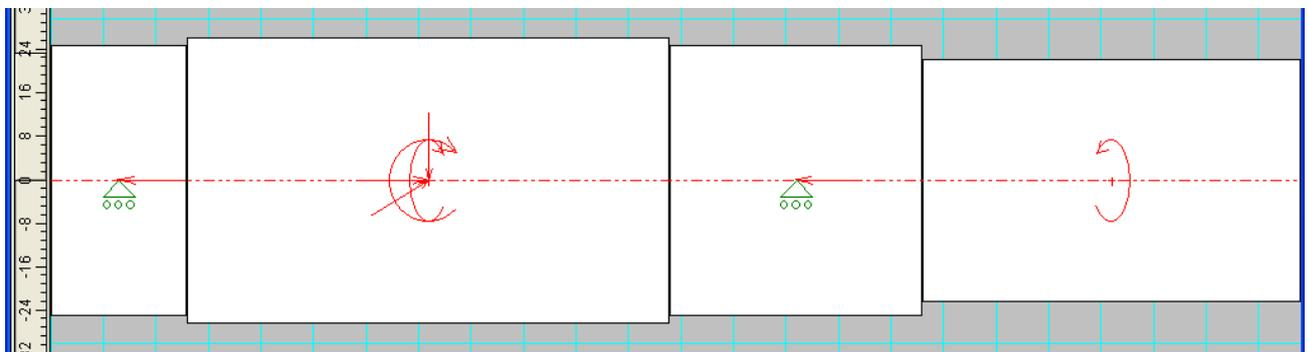

Рисунок 4.13
**Задание 6.2** Для просмотра параметров второго вала (рисунок 4.13) щелкните по нему правой кнопкой мыши и, выберите **Параметры**